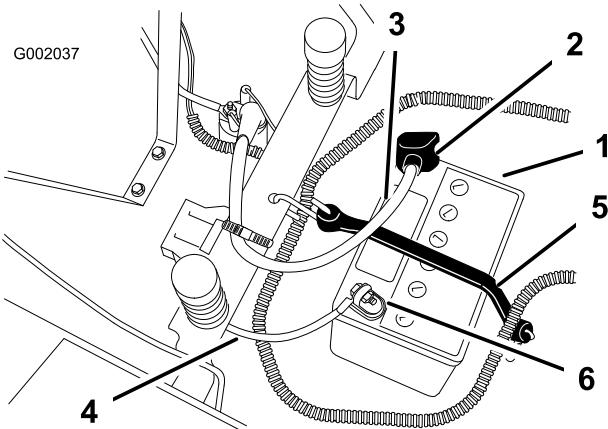

Bild 32
4. Klemmen Sie das Minuskabel (schwarz) vom Batteriepol ab (Bild 32).
- Schieben Sie die Gummiabdeckung am Pluskabel (rot) nach oben. Klemmen Sie das Pluskabel (Rot) vom Batteriepol ab (Bild 32).
- Nehmen Sie die Batterieklemme ab (Bild 32) und heben Sie die Batterie aus dem Ständer heraus.
- Stellen Sie die Batterie in ihren Ständer, wobei die Pole vom Armaturenbrett weg weisen müssen (Bild 32).
- Befestigen Sie die Kabel mit zwei Schrauben (1/4 x 3/4 Zoll), Scheiben (1/4 Zoll) und Muttern (1/4 Zoll) (Bild 32).
- Befestigen Sie die Batterie mit der Befestigung (Bild 32).